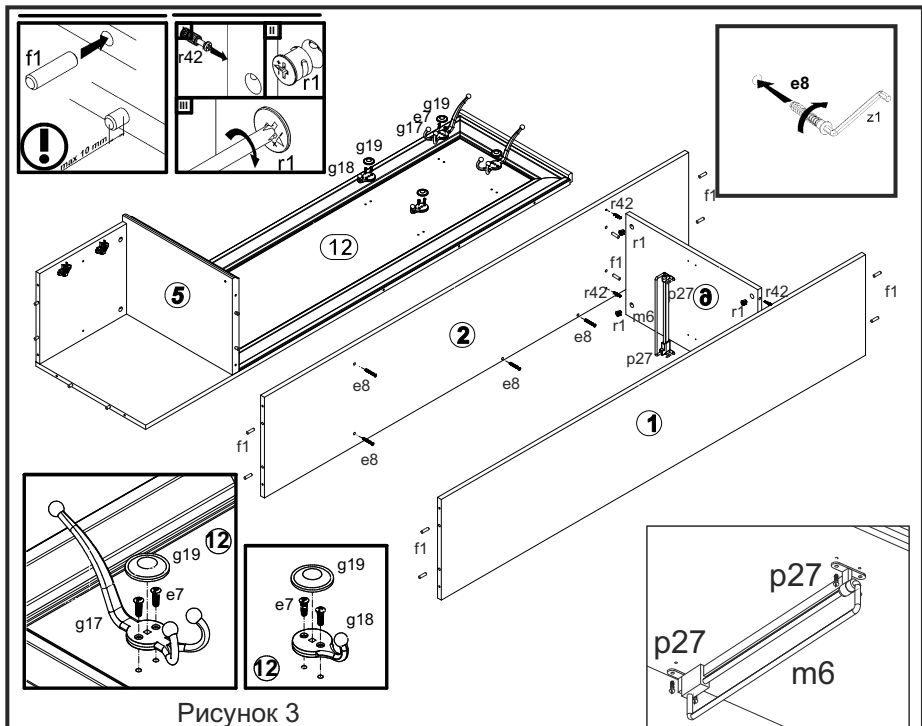

Рисунок 3
7. В отверстия  $\varnothing 3$  мм (кернения) на нижней поверхности полки соединительной **6** закрепить штангу выдвижную **m6** шурупами **p27** (см. рис. 3).
8. В отверстия  $\varnothing 5$  мм на передней поверхности щита **12** еврошурупами **e7** закрепить крючки для навешивания **g17, g18** и закрыть декоративными заглушками **g19** (см. рис. 3).